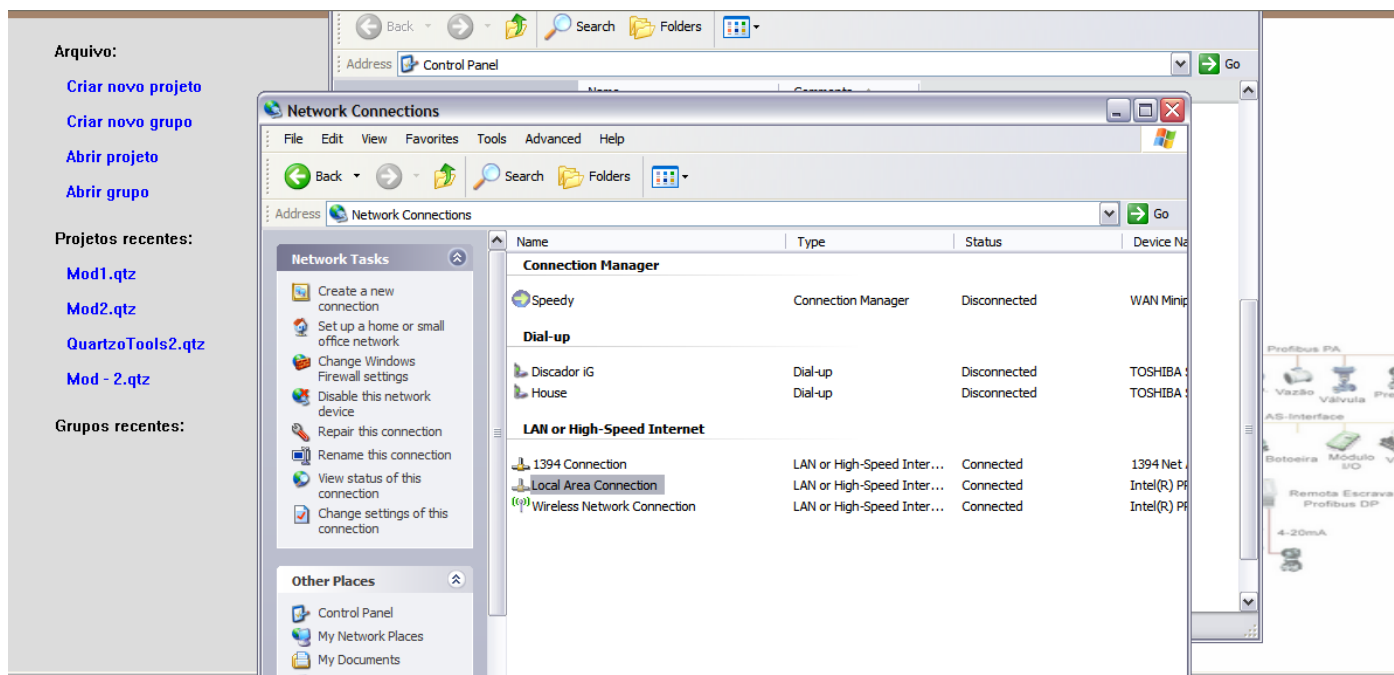

Figura 15 – Mudar o IP do micro (b)
2. Agora dê um duplo-clique em área de rede local (Figura 15);